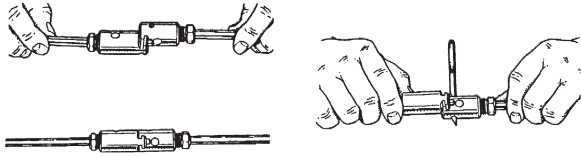

Figura 2 – Conexión y desconexión de varillas
1. Para conectar las varillas, alinee y enganche con un clic los acoplamientos (Figura 2).
- Elija e instale la herramienta de corte que desea usar en la punta de la varilla. Para conectarla, enganche los acoplamientos macho y hembra con un clic. Para desconectarlos, introduzca la llave de pasador y sepárelos (Figura 2).
6. Desconecte la varilla fuera del sujetador de varilla y desacople las secciones de varilla con el pasador. Sepárelas (Figura 2).